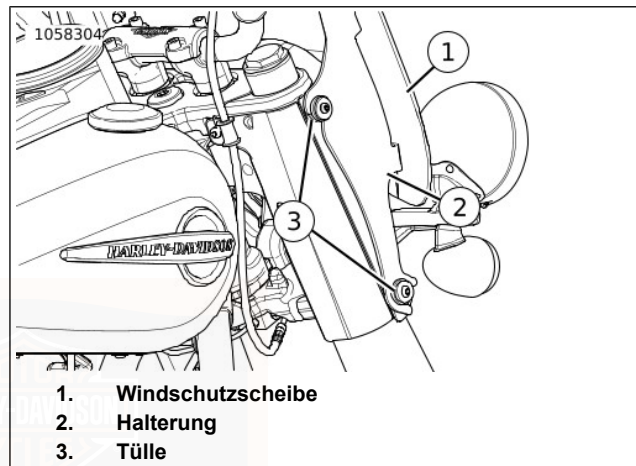

Abbildung 36. Windschutzscheiben-Baugruppe
1. Siehe Abbildung 36. Die OBERKANTE der Windschutzscheibe (1) nach vorne verschieben, bis die OBEREN Halterungsrasten (2) die Tüllen (3) freigeben.
1. Siehe Abbildung 36. Sicherstellen, dass sich die Tüllen (3) und Halterungen (2) in Position und in gutem Zustand befinden.